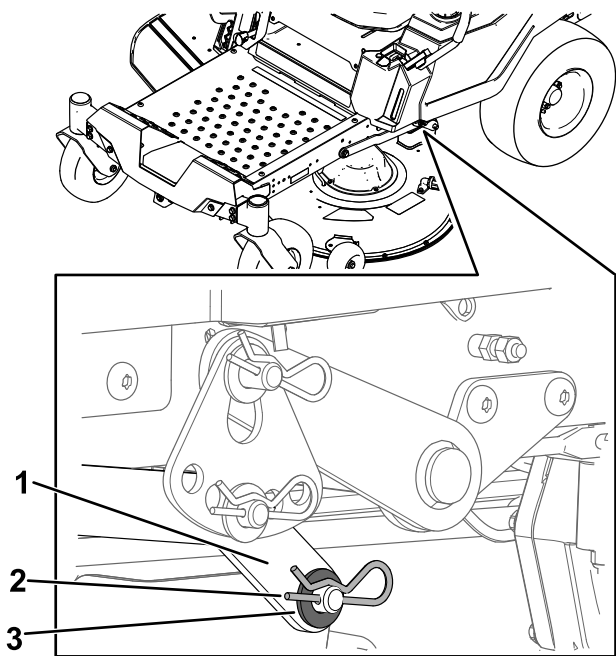

**Figura 70**
5. Remova o perno de gancho da barra de suporte da frente e remova a barra do suporte da plataforma (Figura 70).
8. Coloque a barra de suporte frontal na plataforma do cortador com o pino de segurança e perno de gancho (Figura 70).